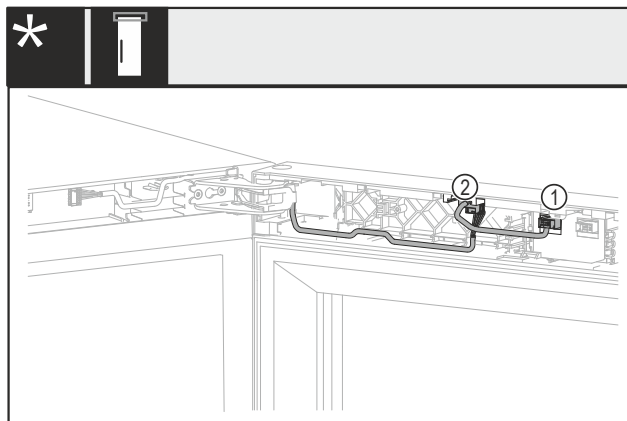

Fig. 19 Sin candado o con candado mecánico*
- Extraiga el conector macho Fig. 19 (1).*
- Extraiga el conector macho Fig. 19 (2).*